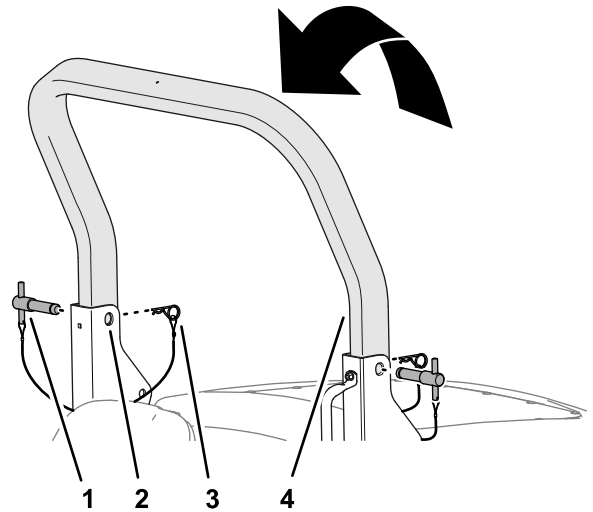

Figura 24
3. Sollevate il roll bar superiore sinché i suoi fori non sono allineati con le staffe orientabili (Figura 24).
4. Inserite i perni del roll bar nei fori superiori delle staffe orientabili e nel roll bar superiore (Figura 24).
5. Fissate i perni del roll bar alle staffe orientabili con le coppiglie (Figura 24).